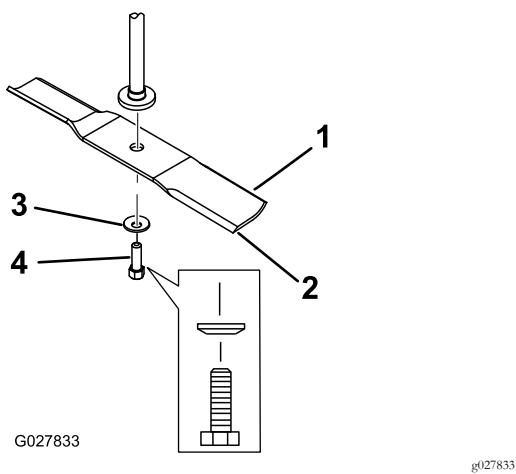

Figura 59
2. Retire del eje el perno de la cuchilla, la arandela curva y la cuchilla (Figura 59).
1. Instale la cuchilla en el eje (Figura 59).
2. Instale la arandela curva (con la copa hacia la cuchilla) y el perno de la cuchilla (Figura 59).